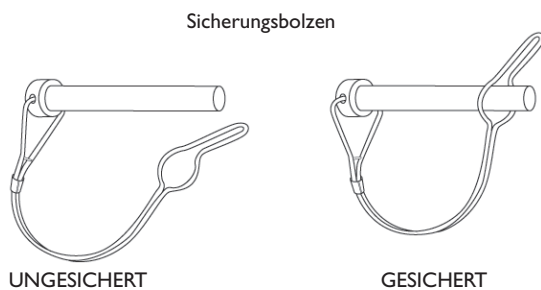

Abbildung 5
- c) Fixieren Sie die Bolzen, indem Sie die Sicherungsklammern drehen und über die Bolzenenden spannen (s. Abbildung 5).
- e) Fixieren Sie beide vorderen Bolzen, indem Sie deren Sicherungsklammern drehen und über die Bolzenenden spannen (s. Abbildung 5).
9. Arretieren Sie die Bolzen, indem Sie jeweils die Sicherungsklammer drehen und auf der Unterseite der Deichselaufnahmen über die Bolzenenden spannen (s. Abbildung 5).